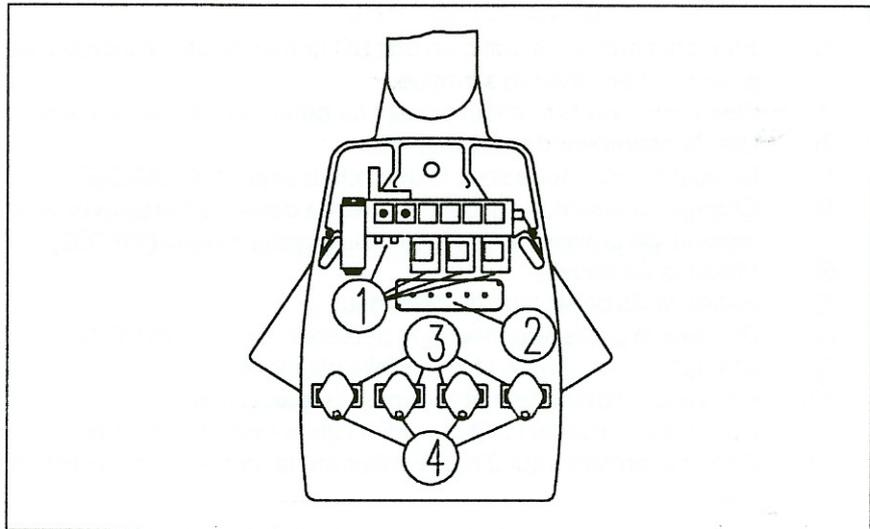

Figure 6. Porte-instrument sans son capot.
Voir Figure 6.
Voir Figure 6 (2).